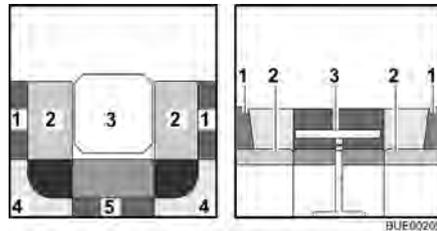

Fig. 80 Antes de la transformación
- Transformar la mesa (Fig. 80,3) en base de cama (véase apartado 6.11).